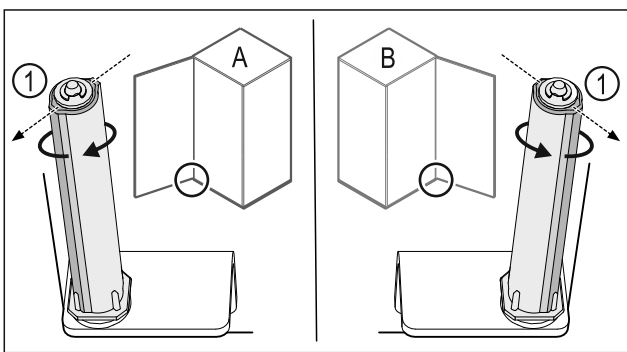

Fig. 45 Bal oldali ütköző (A) / Jobb oldali ütköző (B)
- Forgassa el a zárrendszert az ellenállással szemben, amíg a zárrendszer Fig. 45 (1) támasztója kifelé nem mutat.